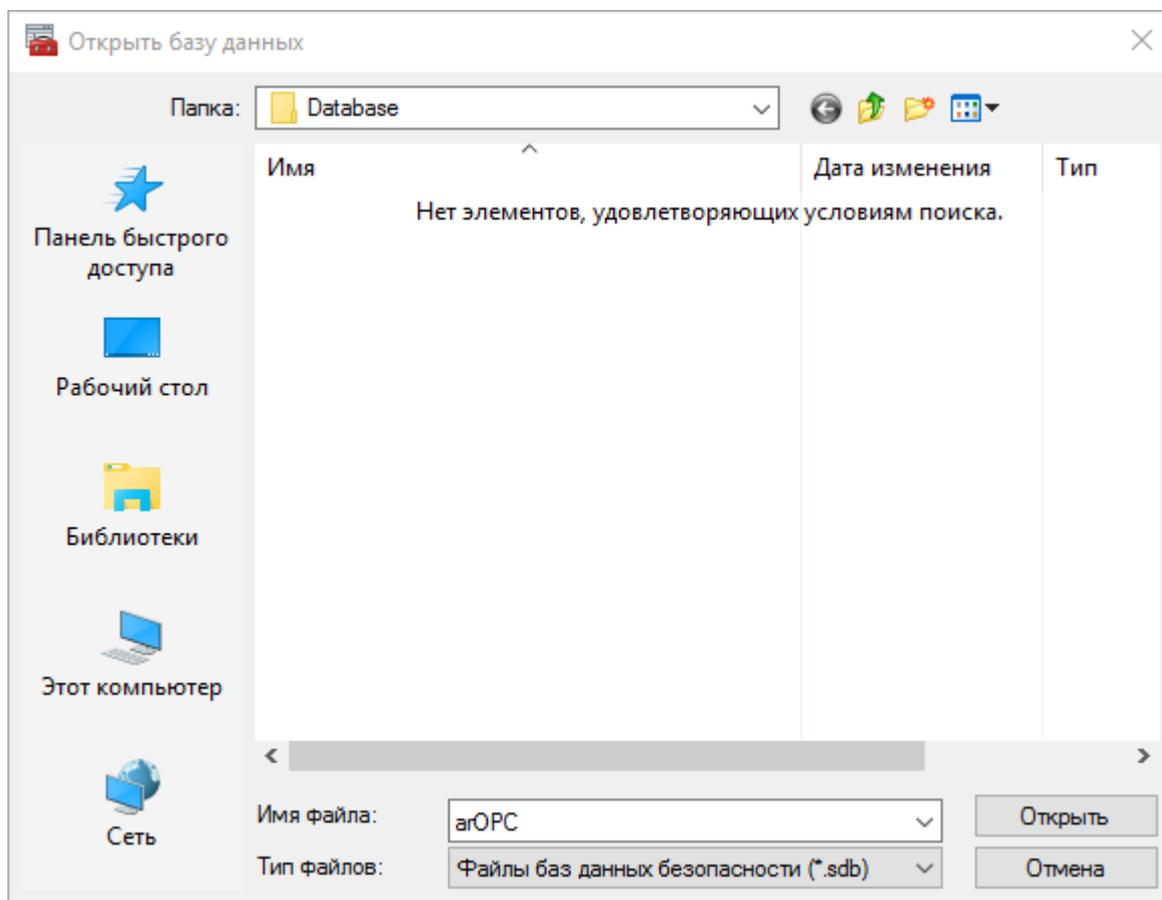

Рис. 19.8 Создание базы данных
6. В дереве перейти к узлу «Анализ и настройка безопасности» и выбрать пункт меню «Действие – Открыть базу данных...». В появившемся окне ввести имя базы данных, в нашем случае «arOPC» и нажать на кнопку «Открыть», рисунок 19.8.